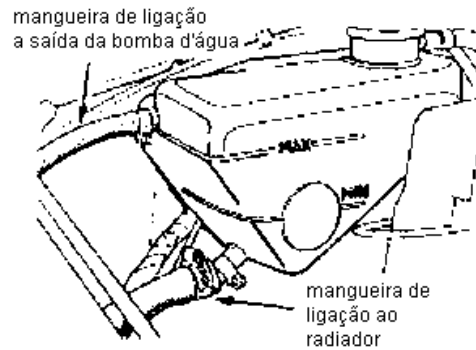

Figura 81: Ligações das mangueiras no reservatório de expansão.
- 1 . Instalar as mangueiras do reservatório de expansão (Figura 81);